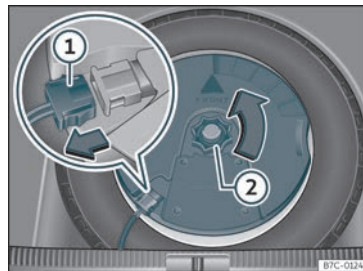

Fig. 217 Nel bagagliaio: smontare il subwoofer.
- Scollegare il cavo dell'altoparlante *subwoofer*»» **fig. 217** ①.
- Ruotare la manopola di fissaggio in senso antiorario»» **fig. 217** ②.